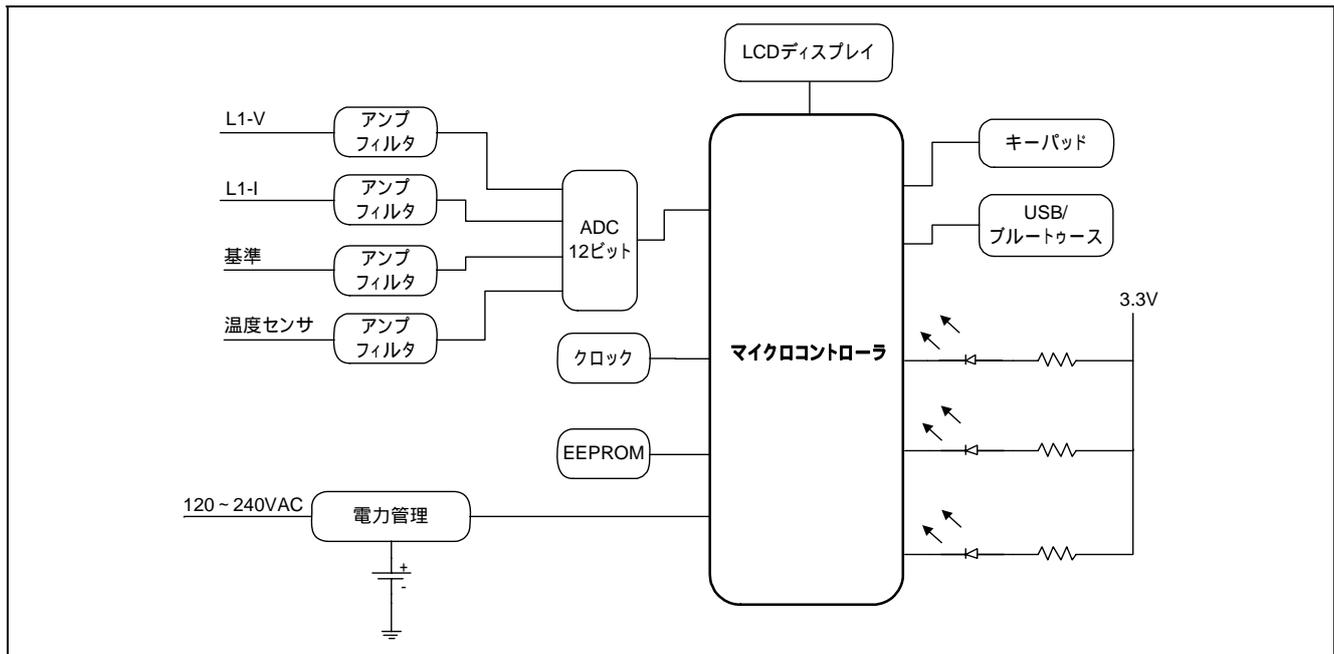

図 1 エネルギーメータブロック図
標準的なスマートメータシステムのブロック図を図 1 に示します。この設計は広帯域サンプリング手法に基づくもので、1つの 12 ビット SAR ADC を使用して電圧と電流の信号値をサンプリングしています。例では単相 2 線の設計を示しています。この設計では、12 ビット ADC 入力 2 つを用いて 1 つの線間電圧と 1 つの相電流を測定しています。通常はセグメント LCD モジュールを使用して、電圧、電流、瞬間電力、累積エネルギー、力率などを表示します。メータの読み取りは、単純な光パルスポートを通じて、あるいはワイヤレスや電力線通信技術のためのより複雑な IO 拡張カードを通じてサポートされています。他の I/O 機能には、診断や手動制御のための押しボタンと LED が含まれています。外部のフラッシュメモリと EEPROM はファームウェアのアップグレードとデータ保管に使用されます。
メータは AC 電圧と AC 電流を測定する必要があり、また相数と構成に応じて 2~8 の ADC 入力が必要です。図 1 の例は、単相 2 線のトポジを示しています。電圧と電流の 2 つの信号を同時に測定する必要があります。抵抗分割器を使用して線間電圧を低減し、ADC 入力範囲内で信号を取得します。変流器 (CT) を使用して負荷電流をより小さな値に変換し、シャント抵抗器を設けて負荷電流に比例した電圧信号に変換します。スマート電力メータのアプリケーションでは、正確な入力信号の測定とデータ処理を必要とするため、フロントエンドにはすべて高精度の抵抗器が使われます。電流信号が小さければ、プログラマブルアンプを使用して信号を増幅して ADC の全ダイナミックレンジを使用します。